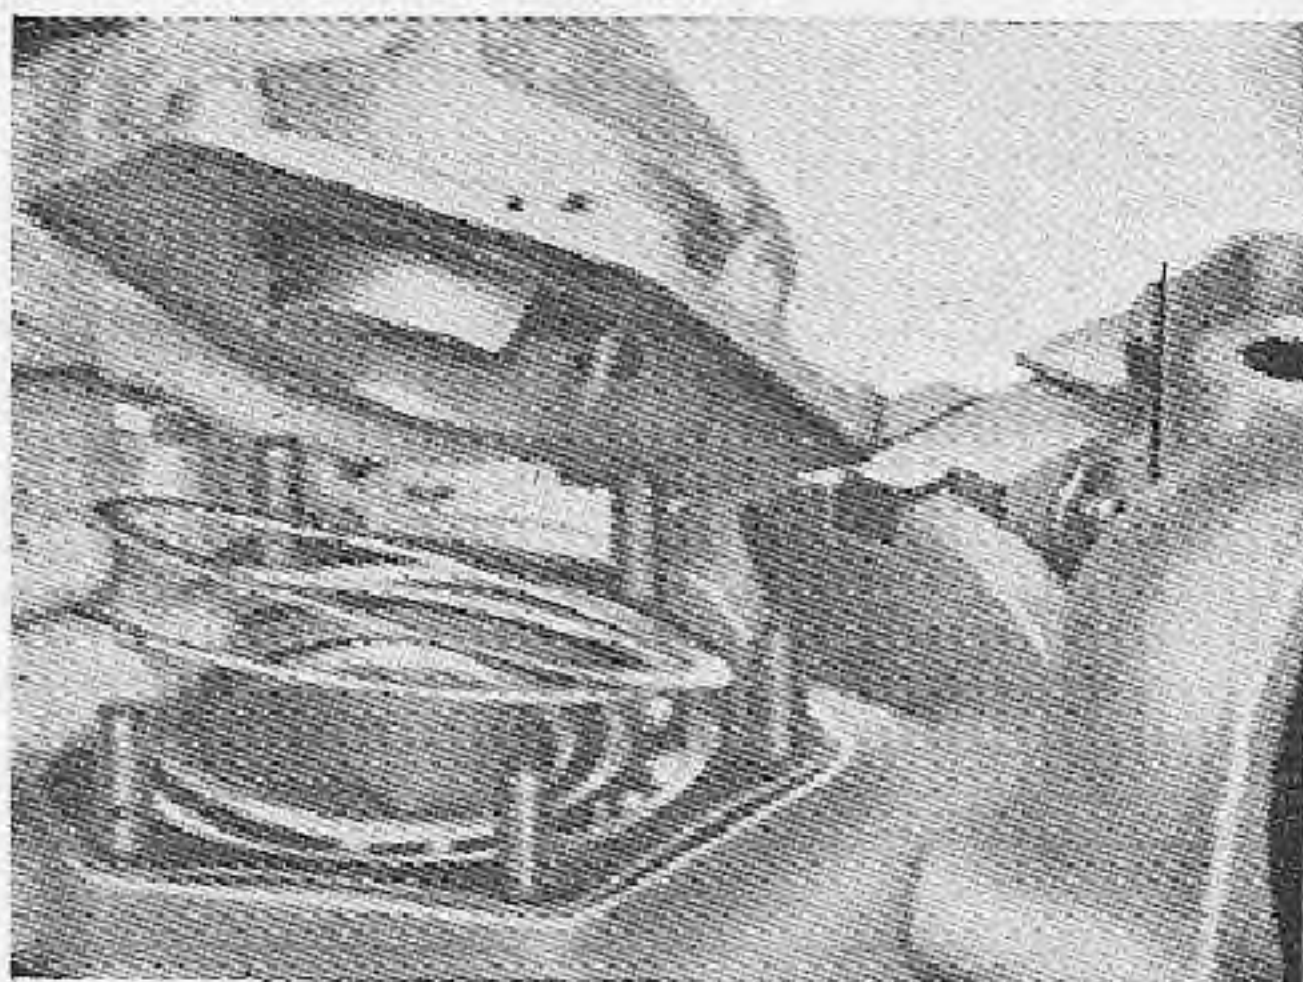

Fig. 59. — Ubicación de las arandelas compensadoras en la tapa de menor diámetro del diferencial.
3. Quitar las tuercas que fijan la tapa de menor diámetro del diferencial y levantarla. Si al efectuar la medición del huelgo entre dientes del piñón y la corona, según se indicó en párrafos anteriores, se hubiera comprobado que dicho huelgo tenía el valor correcto —y si al rearmar han de volver a emplearse las mismas juntas u otras del mismo espesor, y no habrá que cambiar el juego de piñón y corona—, asegurarse de que las arandelas compensadoras (fig. 59) que se empleen en el montaje sean las mismas quitadas al desarmar.